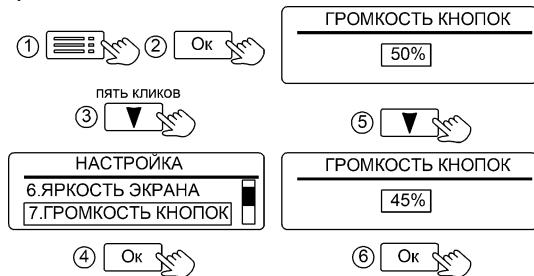

Рисунок 21. Настройка громкости кнопок
11.1.7 «7.ГРОМКОСТЬ КНОПОК» - установка громкости звука, издаваемого при нажатии на любую кнопку, по шкале 0-100% с шагом градации 5% (см. рис. 21).